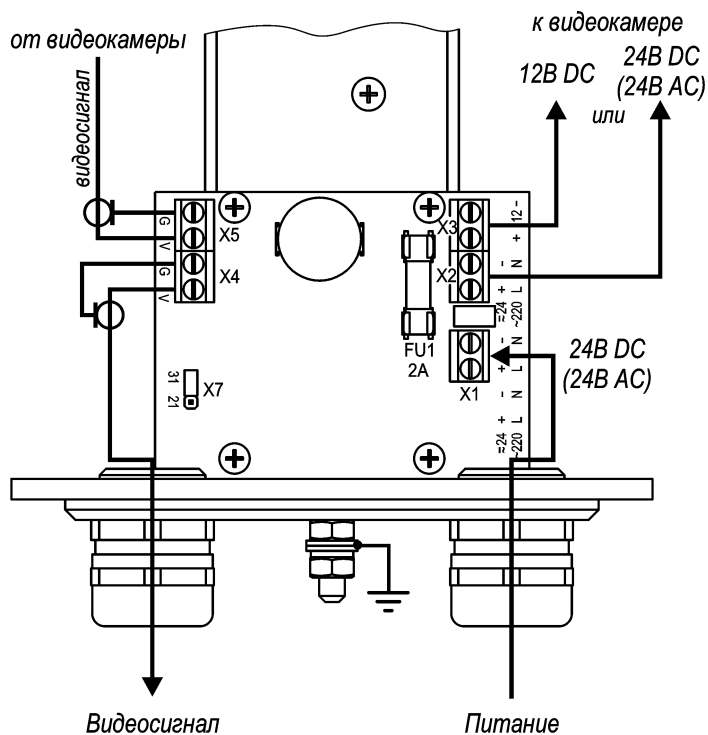

Рис.2 Подключение ТГБ-9У-24/12(24); ~24/12(~24)
4. Подсоединить видеокамеру к контактам платы коммутации в соответствии со схемой подключения (рис.2, 3 или 4).
5. Ввести через гермоводы внешние кабели (кабель видео или интерфейсный кабель и кабель питания) и подключить их к плате коммутации (рис.2 или 3).
Предприятием изготовителем джампер Х7 установлен в положение «31» - мощность обогрева 31 Вт, для изменения мощности на 21 Вт джампер Х7 необходимо переставить в положение «21» (см. рис.2 и 3).